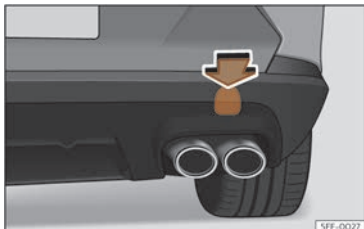

Fig. 46 Du côté droit du pare-chocs arrière : retirer le cache.
Le logement de l'œillet de remorquage à visser se trouve sur la partie droite du pare-chocs arrière, derrière un cache » **fig. 46**.
- Appuyez sur la partie supérieure du cache » **fig. 46** afin de le dégager.